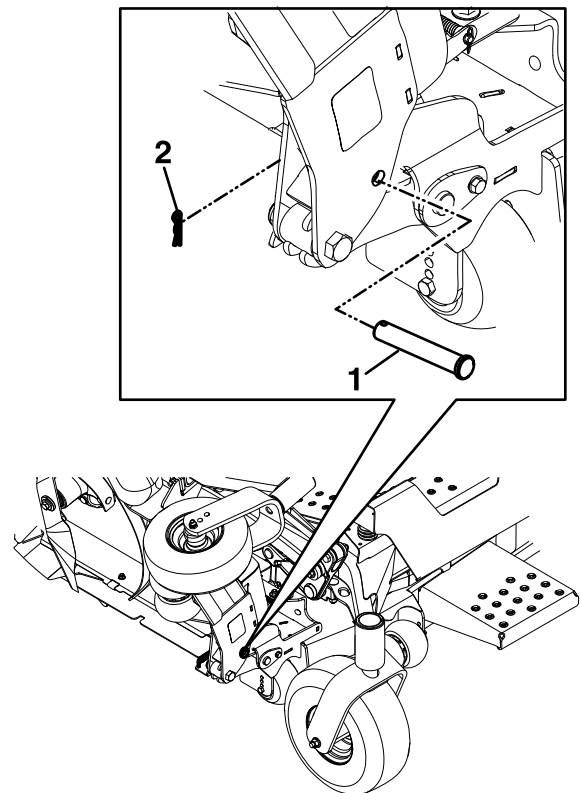

Figure 23
5. Retirez l'axe de chape et la goupille fendue de leur emplacement de rangement et bloquez chaque tablier latéral en position levée (Figure 23).